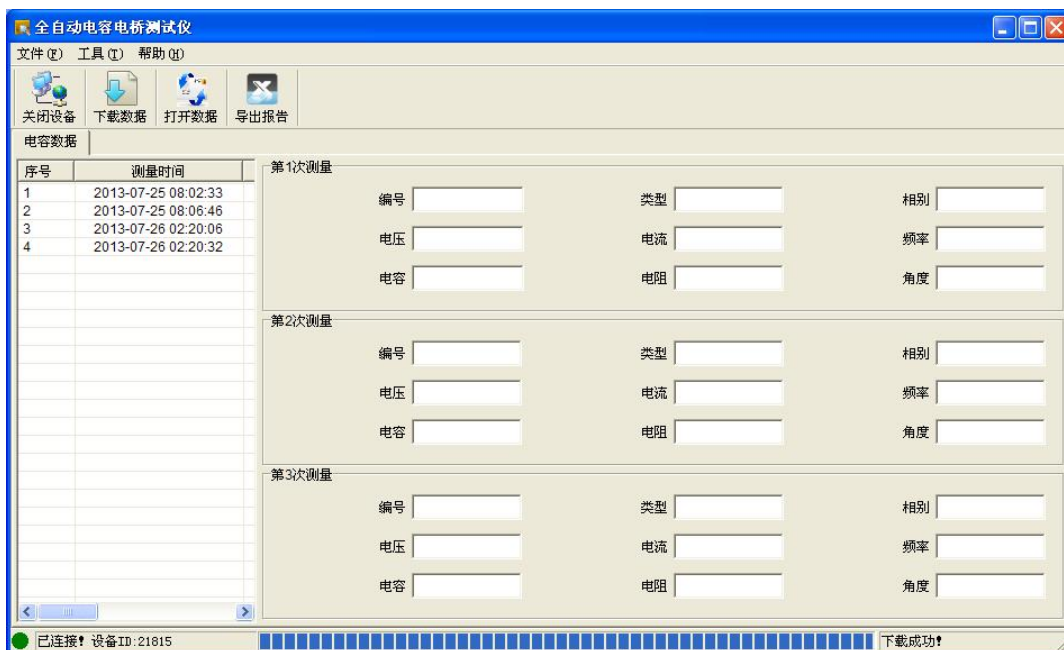
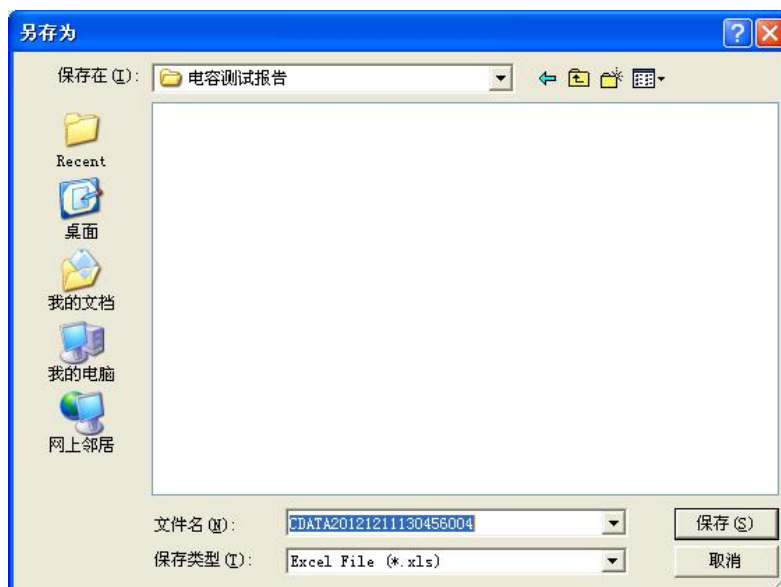

图 4.8 下载数据
图 4.12 电容导出报告
点击“确定”按钮，列表显示所下载的电容器数据，如图 4.8 所示。
5. 导出报告：在图 4.8 中，选择一行电容数据后点击“导出报告”生成测试报告文档。电容数据文件名以 CDATE 开头，如图 4.12 所示。